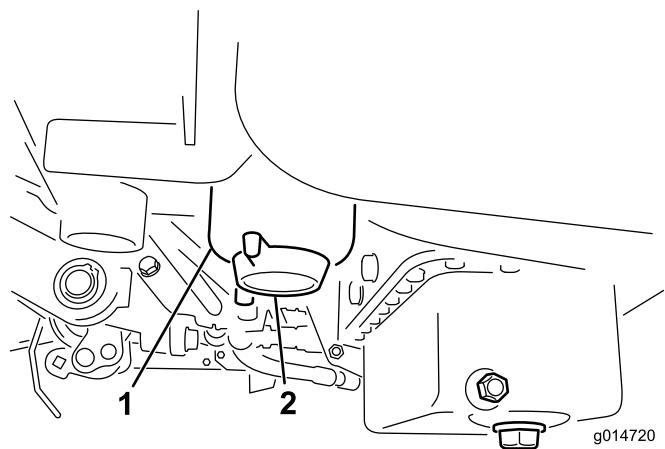

Figura 30
- Abra o tampão de drenagem no filtro de combustível aproximadamente uma volta e drene qualquer água acumulada (Figura 30). Volte a apertar o tampão após o escoamento.